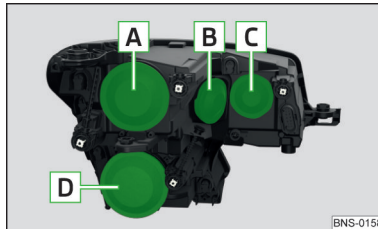

Abb. 367
Glühlampenanzordnung » Abb. 367
- › Die Schutzkappe **C** » Abb. 367 auf Seite 321 abnehmen.
- › Die Schutzkappe **C** » Abb. 367 auf Seite 321 einsetzen.
- › Die Schutzkappe **B** » Abb. 367 auf Seite 321 abnehmen.
- › Die Schutzkappe **B** » Abb. 367 auf Seite 321 einsetzen.
- › Die Schutzkappe **A** » Abb. 367 auf Seite 321 abnehmen.
- › Die Schutzkappe **A** » Abb. 367 auf Seite 321 einsetzen.
- › Die Schutzkappe **D** » Abb. 367 auf Seite 321 abnehmen.
Die Schutzkappe **D** » Abb. 367 auf Seite 321 einsetzen.